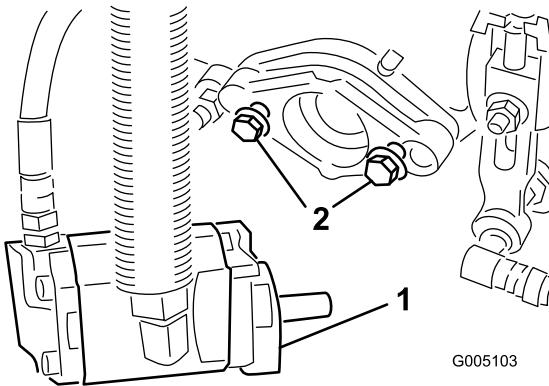

Figura 11
7. Montate i bulloni di montaggio (forniti con l'apparato di taglio) del motore principale del cilindro su ciascun apparato di taglio. Lasciate sporgere 13 mm circa di filetto dei bulloni di montaggio (Figura 11).
11. **Serrate i bulloni di montaggio** (Figura 11).